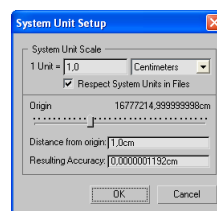

Abbildung 2: Im **System Units Setup** einstellen, dass 1 MAX-Einheit 1,0 Centimeter entspricht.
2. In diesem **Units Setup** Dialog wird ferner im Unter-Dialog **System Unit Setup** für **System Unit Scale** eingestellt, dass 1 MAX-Einheit 1,0 **Centimeter** entspricht (siehe Abbildung 2)